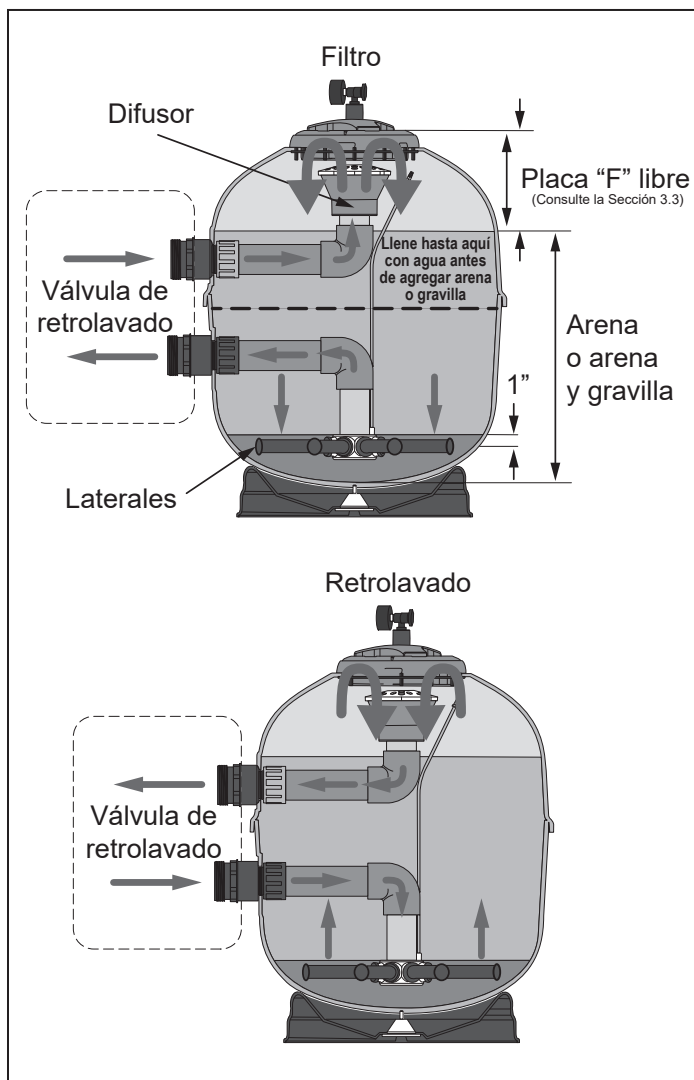

Figura 2. Funcionamiento del filtro y del retrolavado
Los filtros de arena de alto caudal Jandy en general usan arena como medio de filtrado, o de arena sobre una capa delgada de gravilla. Consulte la Figura 2. El uso de un medio de filtrado distinto de la arena también se describe en la sección *Preparación, Medios de filtrado alternativos*.
- Si se usa gravilla, cubrirá los laterales hasta aproximadamente 1" por arriba de los laterales. Consulte la Figura 2.
2. Llene el filtro hasta la mitad con agua antes de cargar el medio del filtro. Consulte la Figura 2.